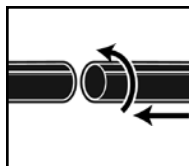

FIGURE 1
3. Insérez l'extrémité du tuyau de l'appareil dans l'admission du réservoir. Tournez légèrement pour serrer le raccord **FIGURE 1**.
4. Fixez l'un des accessoires de nettoyage (en fonction de vos besoins de nettoyage) à l'extrémité accessoire du tuyau. Tournez légèrement pour serrer le raccord **FIGURE 1**.